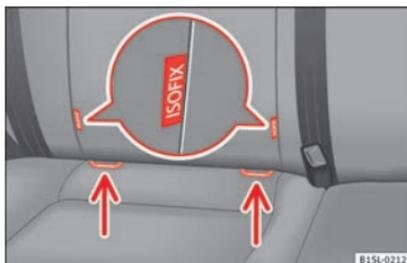

Fig. 26 No banco do veículo: variantes de identificação dos pontos de fixação inferiores para cadeiras para criança.
• Encaixe a cadeira de criança nos anéis de fixação » » Fig. 26, no sentido da seta. A cadeira de criança deve encaixar de forma segura e audível.
• Coloque a cadeira de criança sobre o assento e enganche os ganchos dos cintos de fixação nos anéis de fixação » » Fig. 26.